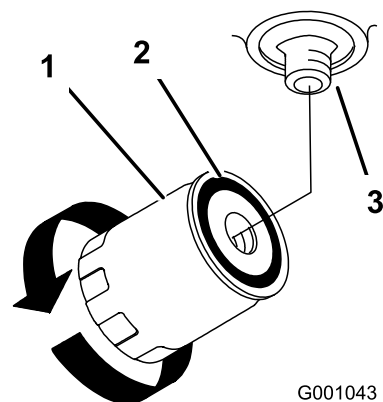

Bild 72
4. Ölen Sie die Gummidichtung am Ersatzfilter leicht mit Frischöl ein (Bild 72).
6. Füllen Sie den Hydraulikbehälter mit Hydraulikflüssigkeit, bis die Flüssigkeit über den Filter läuft. Drehen Sie den Ölfilter dann nach rechts, bis die Gummidichtung den Filteradapter berührt. Ziehen Sie den Filter dann um eine weitere halbe Umdrehung fest (Bild 72).